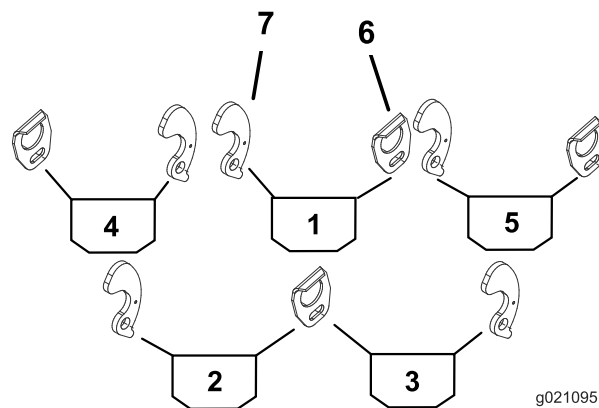
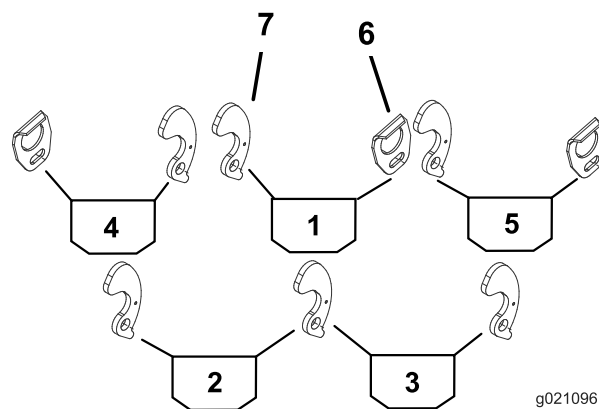

図 1
図 2
2. Cuttingユニット用キャリアフレームにバスケットガイドまたはバスケットカムロックを取り付ける位置については、図 1 および図 2 を参照のこと。
3. 各キャリアフレームの該当する側に、バスケットガイドを取り付ける（図 1）；ボルト（5/16 x 1/2 インチ）1本と平ワッシャ（0.344 x 0.875）を使用する。